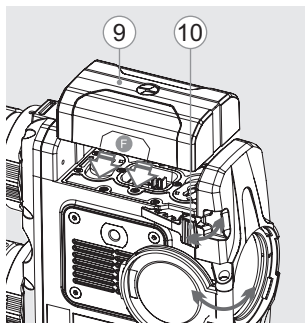

Рис. 3
- Поднимите рычаг (10).
- Установите до упора батарею (9) в предназначенный для нее слот на корпусе прибора таким образом, чтобы элемент F находился снизу (см. рис.3).